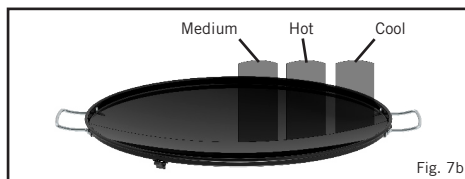

Fig. 7b
- Tilberedelsestemperaturen kan lettjusteres til å passe til dit behov ved å dreie styreknappen (K) og regulere varmegradene. En af funksjonene hos Skottel BBQ er, at den tilbyr forskjellige varmesoner (se fig.7b). Dette er veldig nyttig ettersom noen levnsmidler blir kok fortere enn andre, og den mat, det er innenst ferdig, således kan flyttes til kjøligere områder på fatet og holdes varm, mens resten av maten lages ferdig.